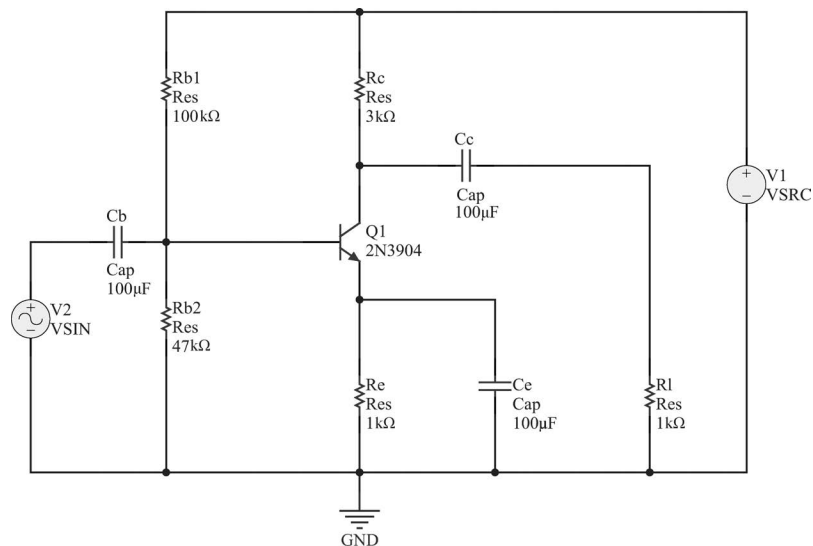

图 3-67 为电路元器件和信号源分配唯一的标识符
(5) 按照前面所介绍的为元器件分配标识符的方法, 为电路中的元器件和信号源分配唯一的标识符。图 3-67 给出分配完标识符后的原理图界面。